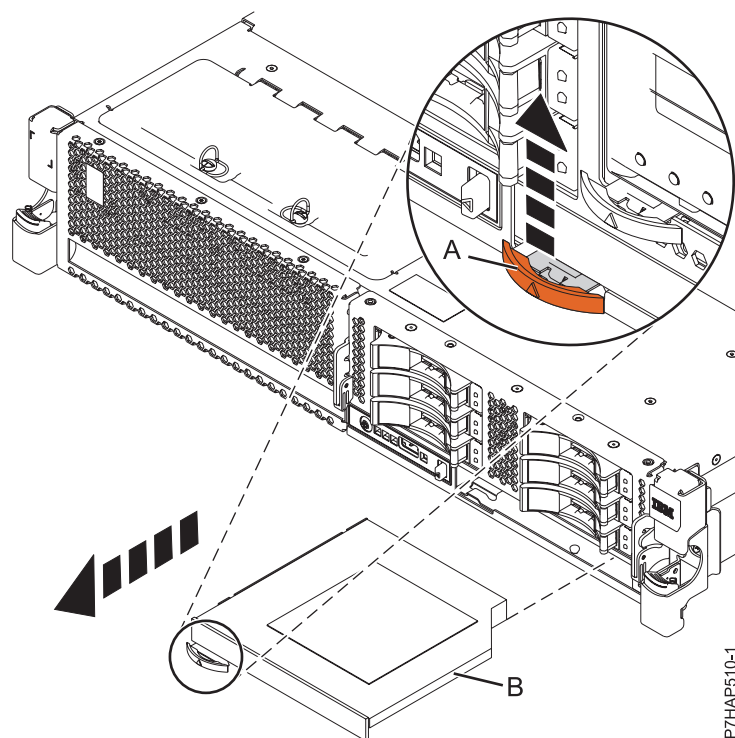

Figure 4. Retrait de l'unité de stockage extra-plaie du fond de panier d'unité de disque
- b. Alignez les petits taquets dans les emplacements de l'unité de stockage **(B)** et insérez l'unité et le clip en même temps. Poussez ensuite le **(A)** jusqu'à ce qu'il soit fixé en place. Voir la figure 4 ou 5 en fonction de la configuration de votre système.